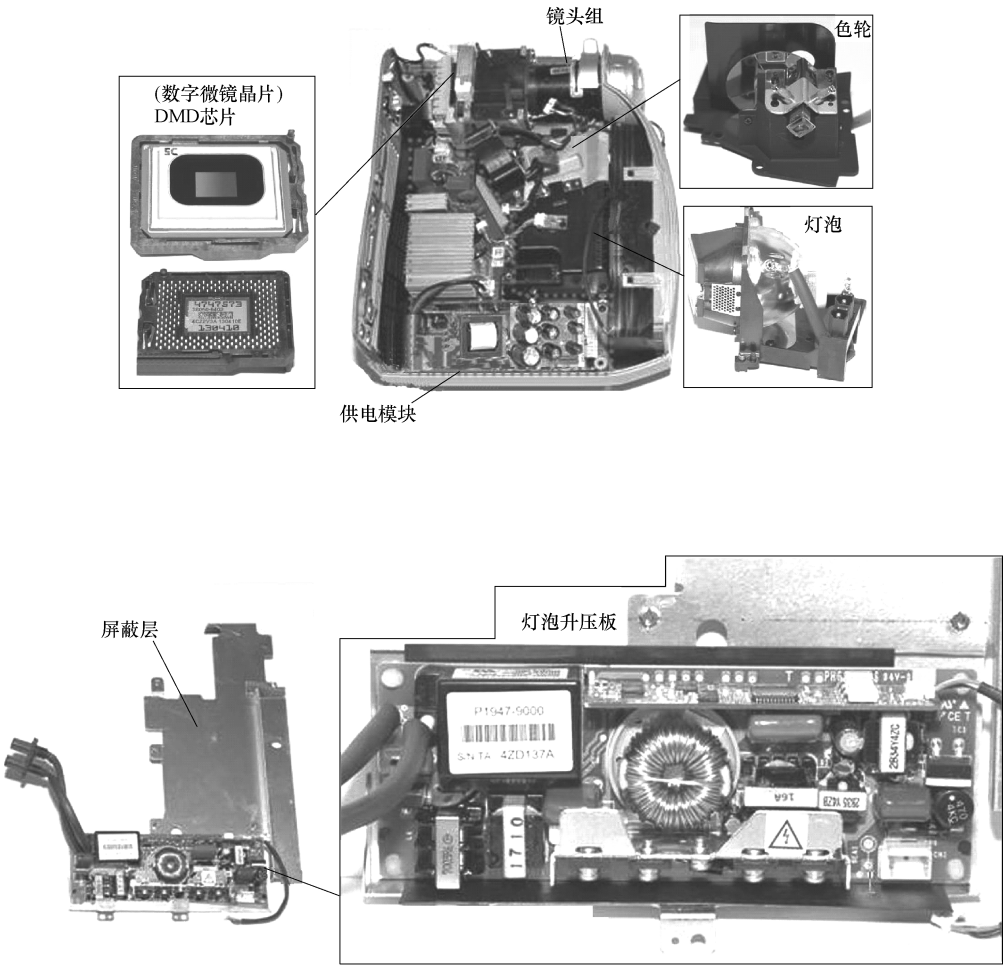

图 5-3 分离屏幕层
3) 取下主板后，即可看到金属屏蔽层，然后分离屏蔽层，可看到投影仪的主要几个部分，即供电部分、灯泡、色轮、镜头组、DMD（数字微镜晶片）及屏蔽层上面的灯泡升压电路。图 5-3 所示为分离屏幕层，图 5-4 所示为灯泡升压电路的分离。